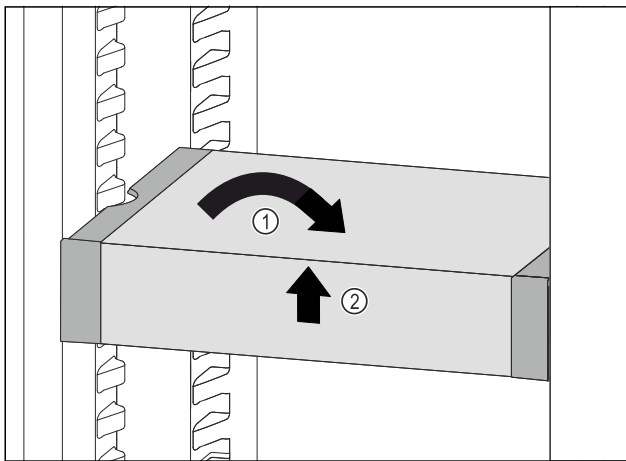

Fig. 55
- ▶ VarioSafe gerade stellen. Fig. 55 (1)
- ▶ VarioSafe vorne anheben. Fig. 55 (2)